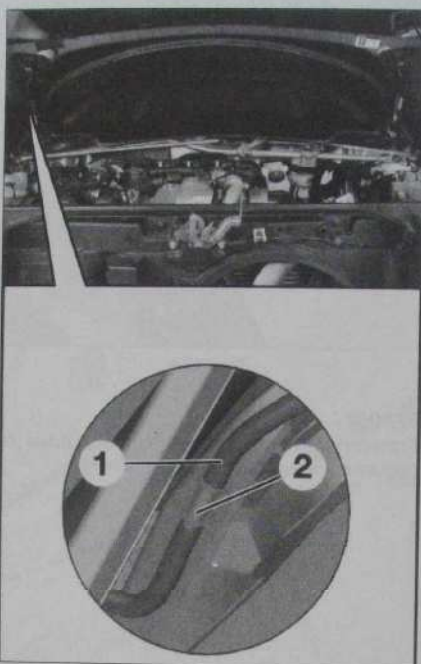

Fig. 157
- Débrancher le tuyau de lave-glace (1) de son raccord (2) (Fig.157).